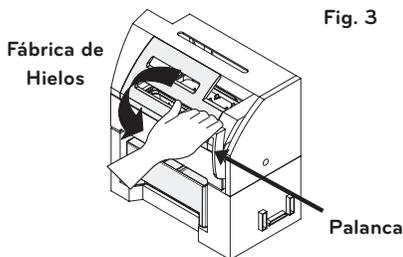

Fig. 3
- Para retirar los cubos de hielo, sujeta la palanca de la bandeja y tira de ella con cuidado Fig. 3. Los cubos caerán a la caja para hielos Fig. 4.